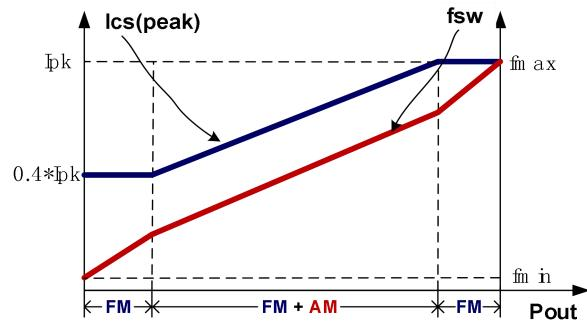

图 4
如图 4 所示，为了满足严苛的平均效率和待机功耗要求，U9313X 采用了调幅控制 (AM) 和调频控制 (FM) 结合的多模式控制技术。接近满载输出时，系统工作在调频工作模式中；在轻重载条件下，系统工作在调频工作和调幅工作模式中；当系统接近空载输